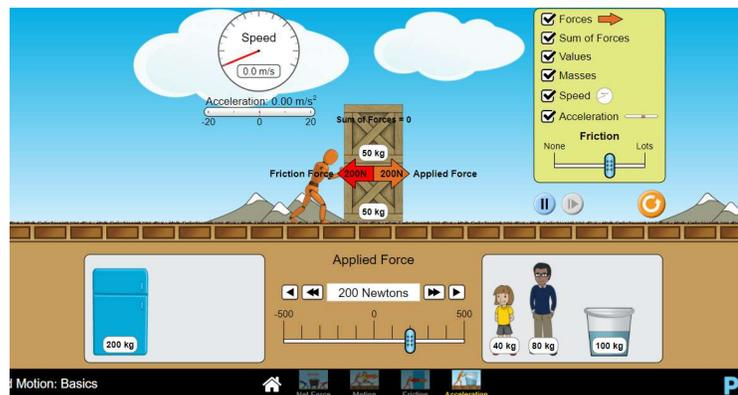

Figura No. 3
I.8 Repita las actividades I.2 a I.7, tanto aumentando y disminuyendo la fricción, colocando otro cuerpo para la simulación, tal como lo muestra la *Figura No. 3*.